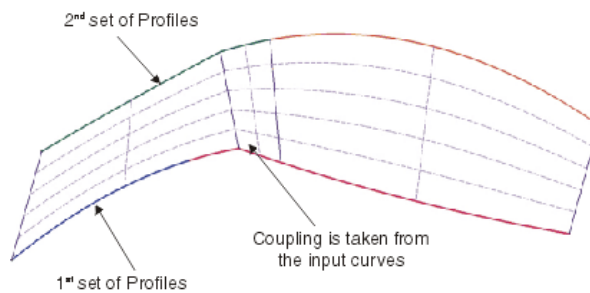

Figura 2.110 Ejemplo con None.
- **None:** el acoplamiento se define automáticamente (Figura 2.110).